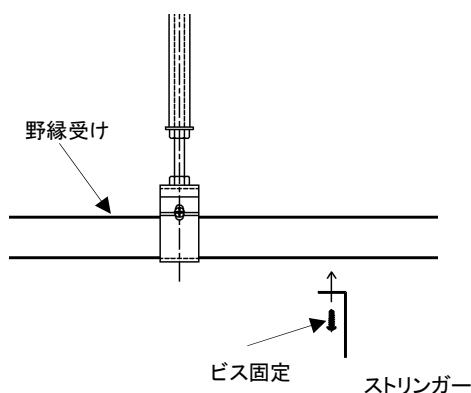
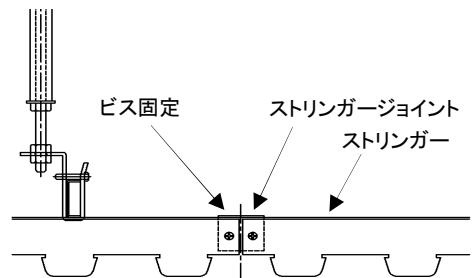

図 4-1 野縁取付け
図 4-2 野縁取付け
- ・接続部分はストリンガージョイント(L型)を使用する。(図4-2参照) (図4-1参照)